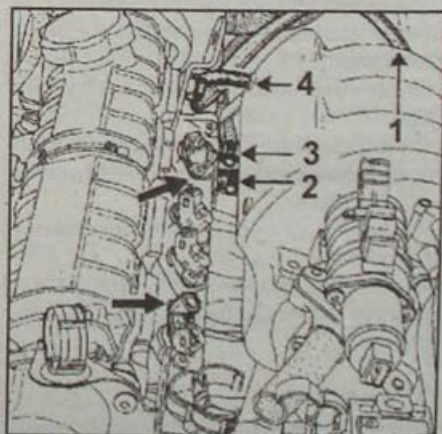

Рис. 1.38. Расположение подающего (2) и возвратного (3) топливных шлангов, вакуумной трубки регулятора давления (4) и проводов соединения с «массой» (1)
• Отсоедините подающий топливный шланг с зеленой меткой, находящийся в районе маховика двигателя (2, рис. 1.38).
• Отсоедините возвратный топливный шланг с красной меткой (3), находящийся в районе привода газораспределительного механизма.
• Отсоедините вакуумную трубку (4) от регулятора давления топлива.